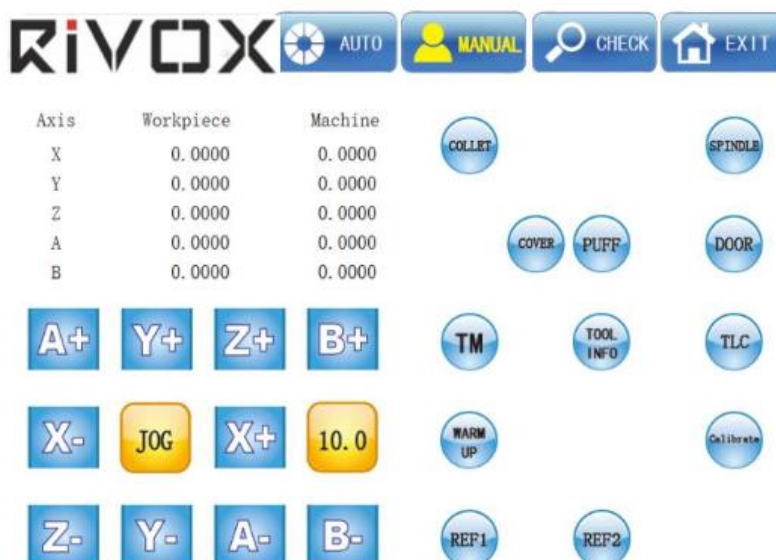

Рисунок 8
2. Нажмите кнопку «MANUAL» (РУЧНОЙ РЕЖИМ), чтобы открыть окно ручного режима (см. рисунок 8).